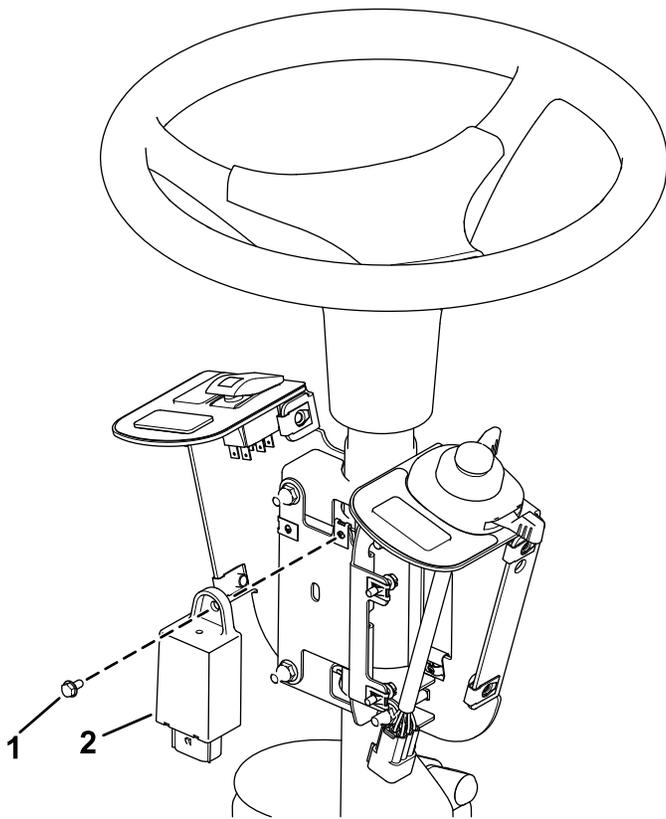

Figura 6
4. Instale el intermitente en la placa de montaje de los fusibles con un tornillo (N.º 10 × 3/8"), como se muestra en la Figura 6.